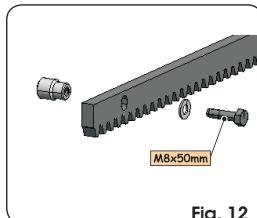
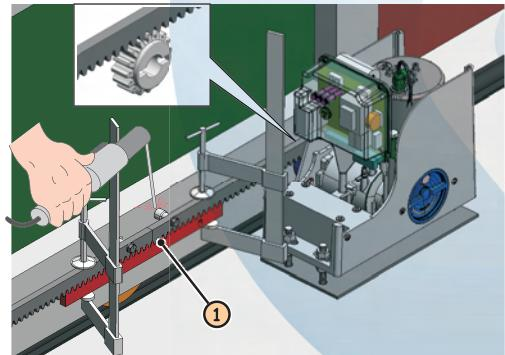

Fig. 12
Fig. 14
- Placer un autre élément de la crémaillère à côté du précédent en utilisant un morceau de crémaillère pour mettre en phase la denture des deux éléments d'après la Fig. 14 réf. a.
5.4.2. CRÉMAILLÈRE À VISSER EN ACIER (FIG. 12)
- ① Amener manuellement le vantail en position d'ouverture.
- ② Poser sur le pignon le premier élément de la crémaillère en positionnant l'entretoise entre la crémaillère et le bord du portail. Contrôler avec un niveau à bulle l'horizontalité de la crémaillère et marquer le trou de perçage avec un crayon-feutre.
- ③ Percer avec un foret de Ø 6,5 mm et tarauder avec un taraud M8. Visser le boulon.
- ④ Actionner le portail manuellement, en vérifiant que la crémaillère est posée sur le pignon et répéter les opérations au point ③.
- ⑤ Placer un autre élément de la crémaillère à côté du précédent en utilisant un morceau de crémaillère pour mettre en phase la denture des deux éléments d'après la Fig. 14 réf. ①.
- ⑥ Actionner le portail manuellement et procéder aux opérations de fixation comme pour le premier élément en continuant jusqu'à la couverture complète du portail.